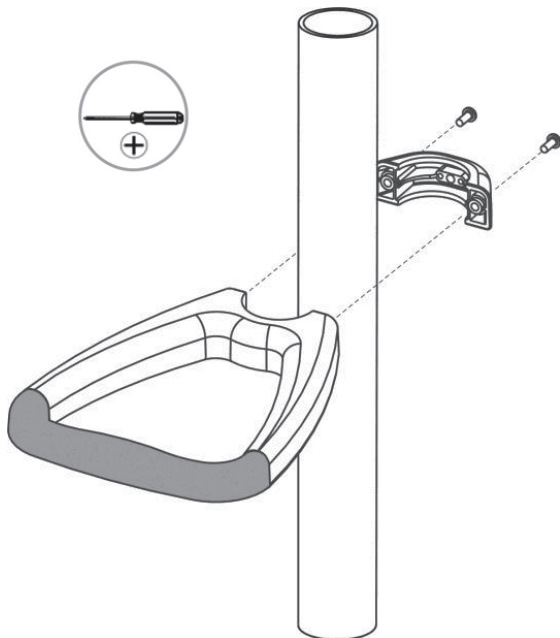

Figure 7 ■ Figure 7 ■ Abbildung 7 ■ Figura 7 ■ Figura 7
ページの図7を参照）。ハンドルがポ
■ Afbeelding 7 ■ Figur 7 ■ Figur 7 ■ Εικόνα 7 ■ Figura 7
■ Obrázek 7 ■ 7 ábra ■ Rysunek 7 ■ Obrázok 7 ■ Figur 7 ■ Kuva 7
■ Рисунок 7 ■ Slika 7 ■ 图 7 ■ 그림 7 ■ 图7